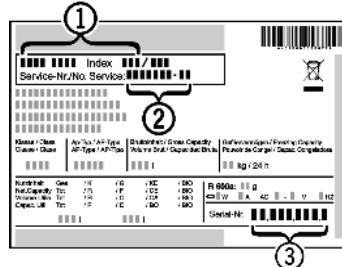

Fig. 14
- Očitajte naziv uređaja Fig. 14 (1), servisni broj Fig. 14 (2) i serijski broj Fig. 14 (3) s tipske pločice. Tipska pločica nalazi se na lijevoj unutarnjoj strani uređaja.
- Obavijestite službu za kupce i javite im kvar, naziv uređaja Fig. 14 (1), servisni broj Fig. 14 (2) i serijski broj Fig. 14 (3).